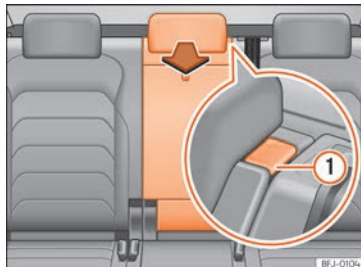

Abb. 165 In der Rücksitzlehne: Öffnung der Durchladeeinrichtung.
- Entriegelungstaste »» **Abb. 165** ① drücken und Deckel der Durchladevorrichtung nach vorn klappen »» ⚠.